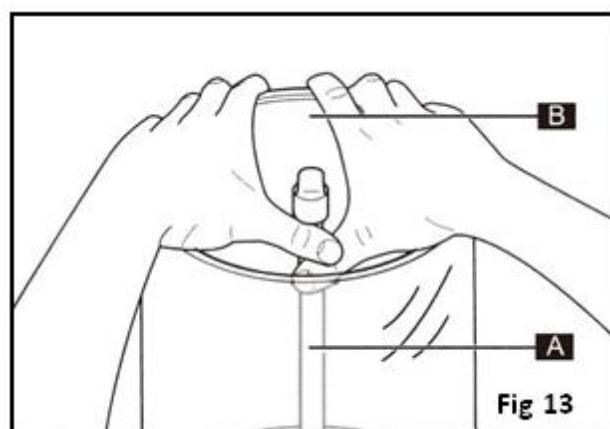

Fig 13
- Retirez le bol de l'appareil, en utilisant deux doigts pour le libérer de la portion en acier fixe de la tige mélangeuse (A), et les autres pour tenir le bord extérieur du bol (B) (Fig. 13).